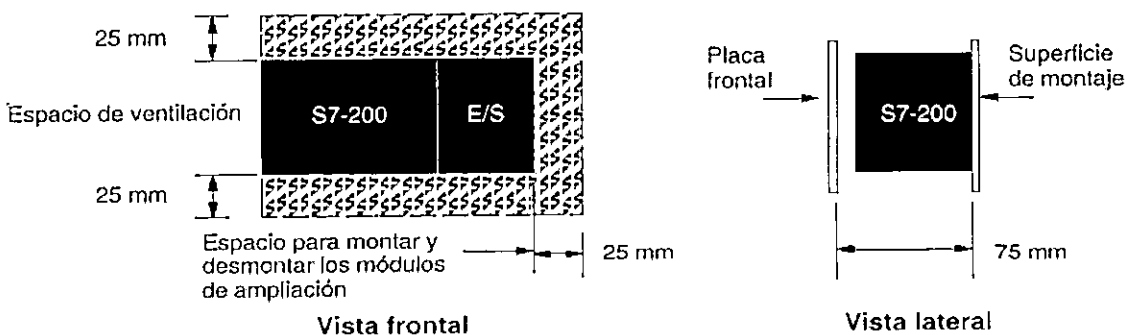

Figura 4.8: Espacio para montar una CPU
- Para las CPUs S7-200 y los módulos de ampliación se ha previsto la ventilación por convección natural. Por lo tanto, se deberá dejar un margen mínimo de 25 mm por encima y por debajo de las unidades para garantizar su ventilación ver la figura. 4.8. El
- Para el montaje horizontal o vertical en un armario eléctrico, el espesor mínimo de éste último deberá ser de 75 mm ver la figura. 4.8.